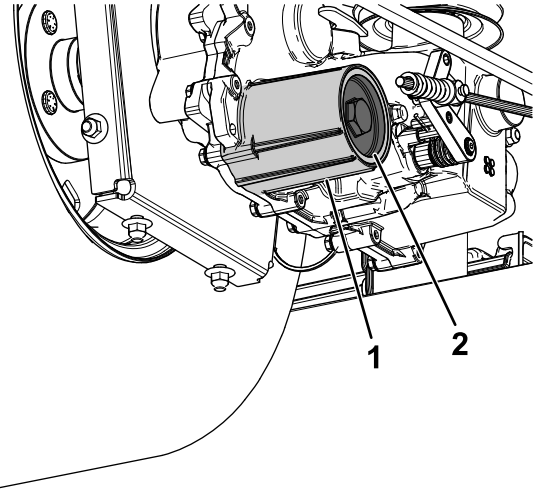

Figure 86
7. Déposez le couvercle du filtre à huile hydraulique de la boîte-pont pour vidanger le liquide (Figure 86).